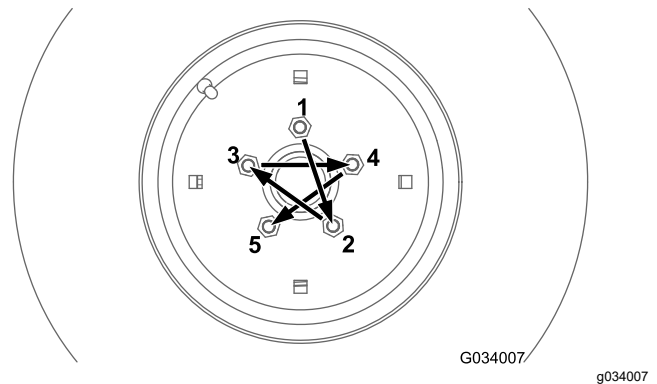
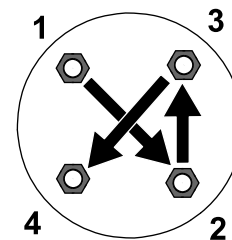

**Bild 64**
**Bild 65**
Ziehen Sie die Radmuttern an den Vorder- und Hinterrädern (nur Allradmaschinen) in einem kreuzförmigen Muster, wie in Bild 64 dargestellt, auf das angegebene Drehmoment an. Bild 65
- Vorderräder: siehe Bild 64
- Hinterräder (nur bei Allradmaschinen): siehe Bild 65